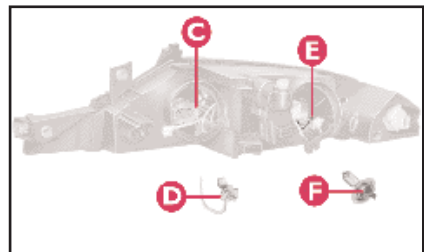

fig. 11
2) Sganciare le mollette di fissaggio **C-E** (fig. 11) ed estrarre la lampada bruciata **D** (proiettore abbagliante tipo H3 con cavetto costampato) oppure **F** (proiettore anabbagliante, tipo H7).